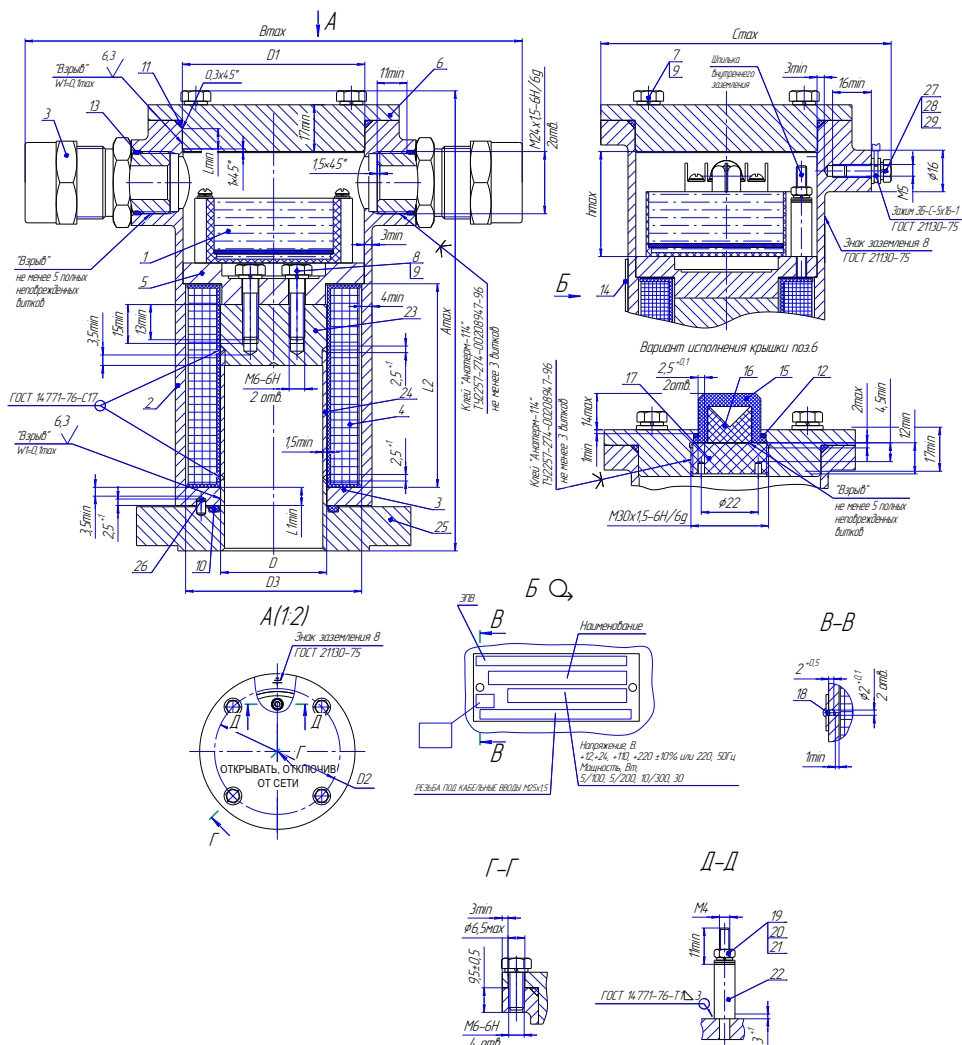

Рисунок 3. Привод. Чертеж средств взрывозащиты
Обозначения на рис. 1а,б,в: 1–корпус(Сталь 10Х18Н9Л ГОСТ 977-88, 14Х17Н2 ГОСТ 5632-72), 2-шток (Сталь 12Х18Н10Т ГОСТ 5632-72), 3-трубка разделительная(Сталь 12Х18Н10Т ГОСТ 5632-72/14Х17Н2 ГОСТ 5632-72), 4-сердечник (Сталь 14Х17Н2 ГОСТ 5632-72), 5,12,16,17,18-кольца уплотнительные (резиновая смесь. Марка в зависимости от исполнения), 6-электромагнитный привод (см.рис.3), 8-пружина (Проволока ВО-2 ТУ3-1002-77), 9-ручка (Сталь 12Х18Н10Т ГОСТ 5632-72), 10-шток (Сталь 12Х18Н10Т ГОСТ 5632-72), 11-камера(Сталь 14Х17Н2 ГОСТ 5632-72), 13-вставка (Сталь 14Х17Н2 ГОСТ 5632-72), 14-затвор (Сталь 14Х17Н2 ГОСТ 5632-72), 19-гайка гайка А2 DIN934, 20-кольцо (фторопласт Ф4К20 ТУ 6-05-1413-76), 21-шайба стопорная, 22- камера (Сталь 14Х17Н2 ГОСТ 5632-72).
Электромагнитный привод (ЭПВ) представляет собой электромагнит постоянного тока со схемой управления режимом работы и состоит (см. рис.3) из корпуса 2 с двумя кабельными вводами и крышкой 6, катушки 4, прижимного фланца 5 и электронного блока управления 1 (модуль СФУ).
- заключения его электрических цепей во взрывонепроницаемые металлические оболочки по ГОСТ ИЕС 60079-1. Взрывоустойчивость оболочек проверяется при изготовлении испытаниями избыточным давлением 1,5 МПа. Сопряжения деталей, обеспечивающих взрывозащиту показаны на чертежах средств взрывозащиты (рисунок 3, 4). На поверхностях, обозначенных "Взрыв" не допускаются раковины, забоины, вмятины, ржавчина, чернота, наличие краски и другие дефекты.
7.2.2 Присоединить питающий кабель к приводе в последовательности (см. рис. 3, 4, 5):